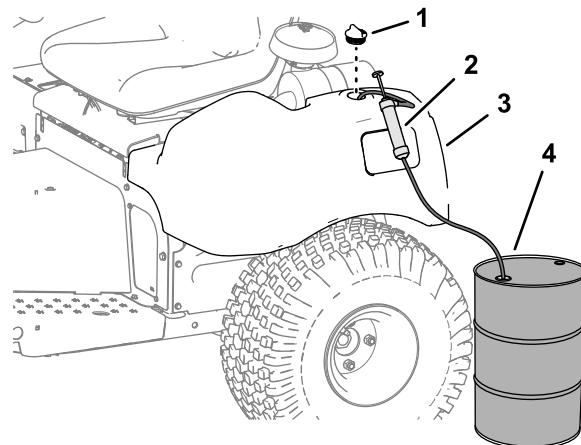

Figure 46
1. Retirez le bouchon du réservoir hydraulique (Figure 46).
2. Pompez le liquide hydraulique qui se trouve dans le réservoir hydraulique (Figure 46).